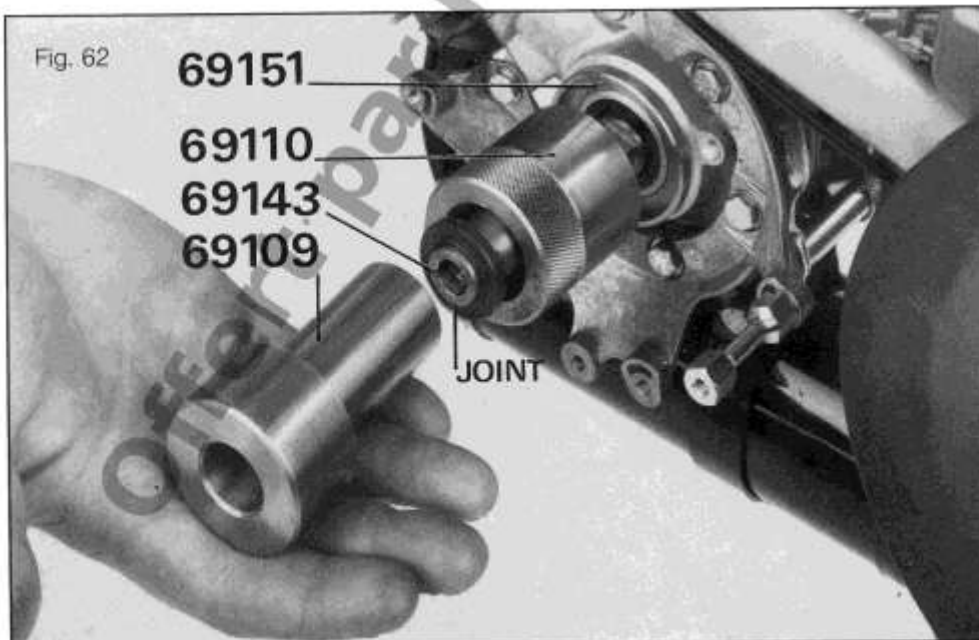

Fig. 62
- Placer sur le carter et dans l'ordre (*figure 62*):